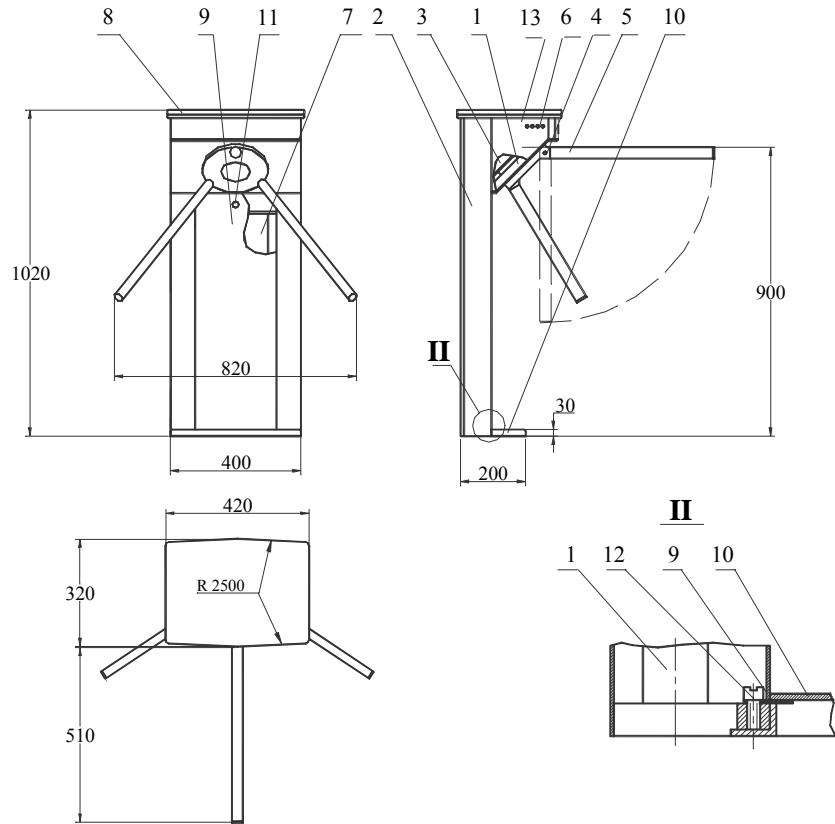

Рис.1
5.1 Турникет (см. Рис.1) представляет собой сборный металлический корпус, состоящий из сварного каркаса 1 и обшивки 2, в котором размещены: электропривод турникета 3, трипод 4 с тремя преграждающими штангами 5, индикаторы 6 и плата управления 7. Сверху турникет закрывается крышкой 8. Передняя панель обшивки 9 и крышка основания 10 выполнены съемными для обеспечения доступа к плате управления, а также местам крепления крышки турникета к корпусу и корпуса к полу. При установке передняя панель запирается замком 11, а фиксация крышки основания обеспечивается винтом 12.